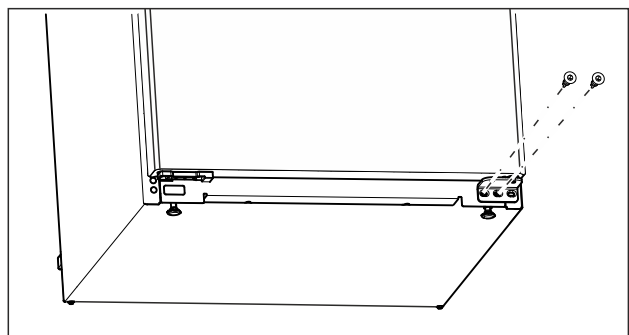

Fig. 13
- ▶ Выверните на нижнем опорном кронштейне центральный винт при помощи отвертки Torx 20. (см. Fig. 13)
- ▶ Выверните на нижнем опорном кронштейне внутренний винт при помощи отвертки Torx 20. (см. Fig. 13)